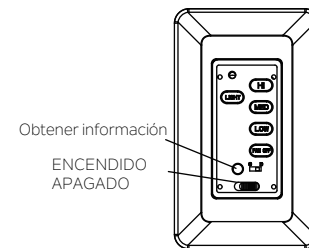

Fig. 20
Paso 1. Una vez finalizada la instalación, oprima el botón LEARN (OBTENER INFORMACIÓN) durante 3 segundos dentro de los 30 segundos posteriores a haber conectado el suministro de CA. El ventilador se encenderá a velocidad media y se encenderá la luz (si estuviera instalada. Esto confirma que la configuración de SINCRONIZACIÓN INTELIGENTE está activa y funciona de manera adecuada. (Fig. 20)
Vuelva a conectar la energía al ventilador de techo y pruebe su funcionamiento adecuado. (Fig. 20)